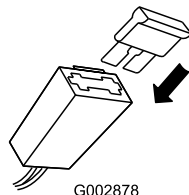

Figura 27
2. Introduzca el fusible en el portafusibles (Figura 27).